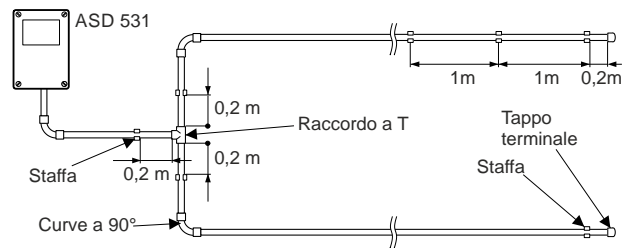

Fig. 34 Curve a 90°, diramazione
In caso di posa lineare, la variazione su tutta la lunghezza della condotta di aspirazione (40 m) all'interno della variazione consentita della temperatura (20 °C) può arrivare fino a **80 mm**. Occorre assolutamente accertarsi che la condotta di aspirazione possa "lavorare" (scorrere) all'interno delle staffe di fissaggio. Pertanto la distanza fra la staffa di fissaggio e il tappo terminale deve essere di 100 mm (0,1 m). Ved. anche la Fig. 34.
- In corrispondenza delle diramazioni della condotta di aspirazione bisogna lasciare una distanza di almeno 0,2 m fra il raccordo a T e le staffe, Fig. 34.